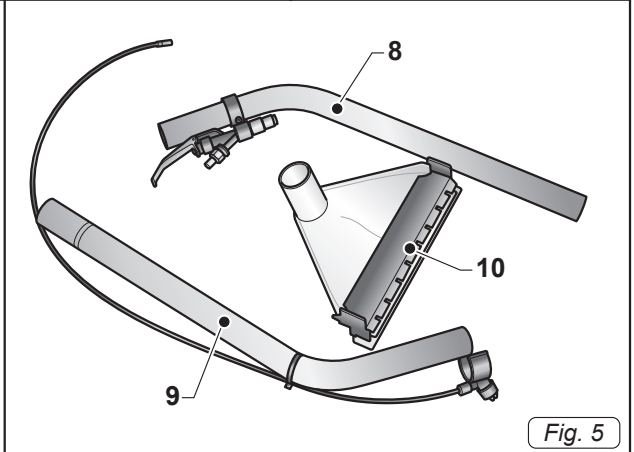

Fig. 5
- Tubo superiore (8 Fig. 5).
- Tubo inferiore (9 Fig. 5) completo di tubazione detergente e ugello.
- Bocchetta per moquette e pavimenti (10 Fig. 5).